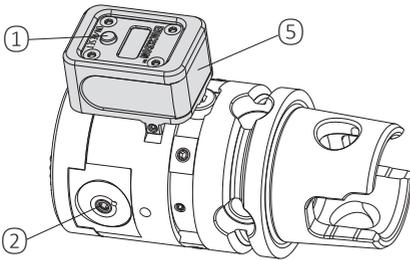
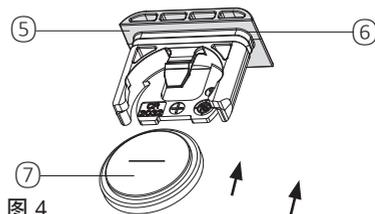

图 2
图 4
电池更换（图 2、4）
集成电池的使用寿命约为 5000 次设置。我们建议将备用电池放在手边（电池类型 VALTA Cr 2032）。当显示屏上出现“低电量”符号时，电池将再持续约 50 次设置。如果在启动后，显示屏显示故障代码 E-99 和“电池电量低”闪烁，则表明电池已用尽，必须更换。若要更换电池，请将电池仓 ⑤（图 2、4）从显示装置中拉出，取出旧电池并妥善处置。正确地插入新电池（图 4）。然后将电池仓滑回显示装置内。